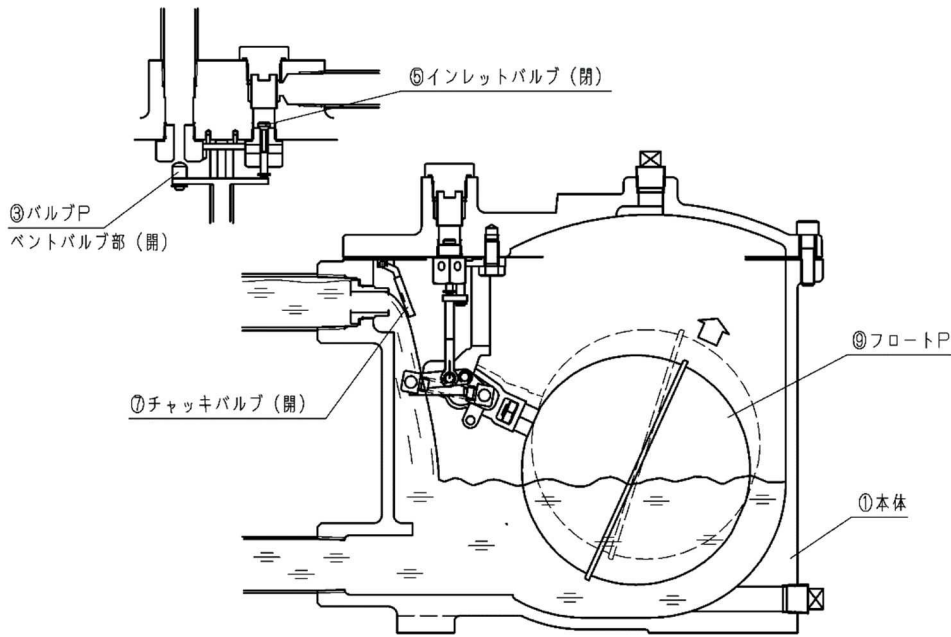

図3: 状態1
ドレン入口よりチャッキバルブ⑦を通して、ドレンが本体①内部に流入し、フロート(P)⑨が浮力により上昇します。(図3参照)